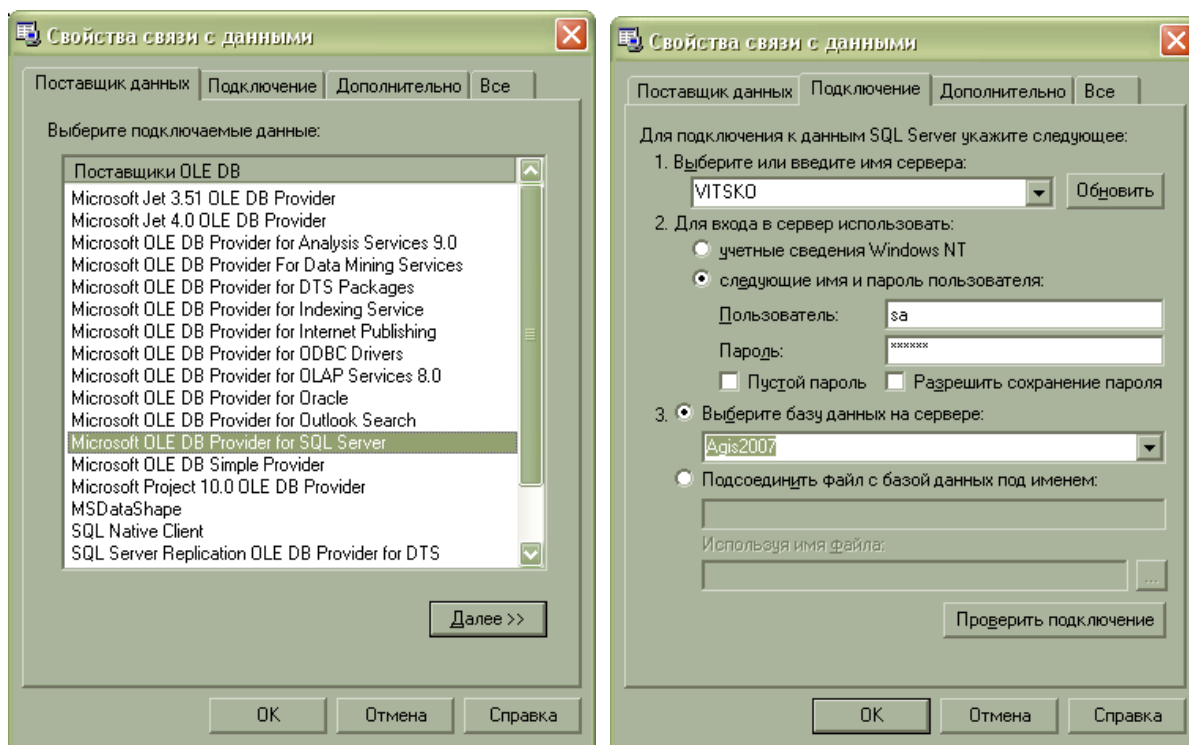

Рисунок 3 - Диалог настройки подключения через OLE DB Provider
- на экране появляется диалог настройки подключения через OLE DB Provider (см. Рисунок 3);